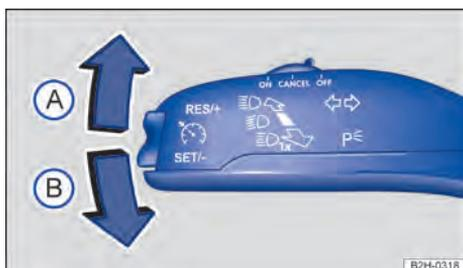

Fig. 73 En el lado izquierdo de la columna de dirección: palanca de las luces de giro y de la luz alta.
- Mueva la palanca de las luces de giro y de la luz alta desde la posición central hasta la posición deseada → Fig. 73: